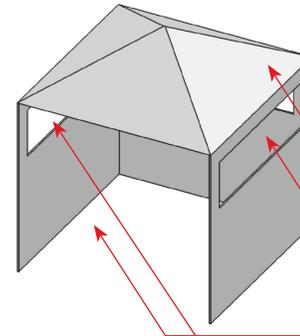

Fig. 4
- Un aparato se considera al aire libre si se instala con un refugio que no sea más inclusivo que un recinto parcial que incluya una cubierta superior y tres paredes laterales, siempre que el 30% o más del perímetro horizontal del recinto esté permanentemente abierto. (Fig. 4 y Fig. 5)